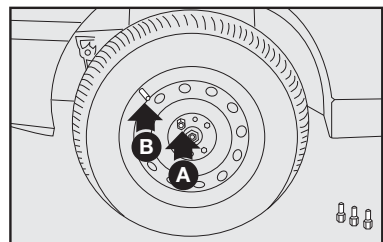

fig. 11
7) Atarraxar apenas um dos parafusos **A**-fig. 11, em correspondência com a válvula de enchimento **B**;